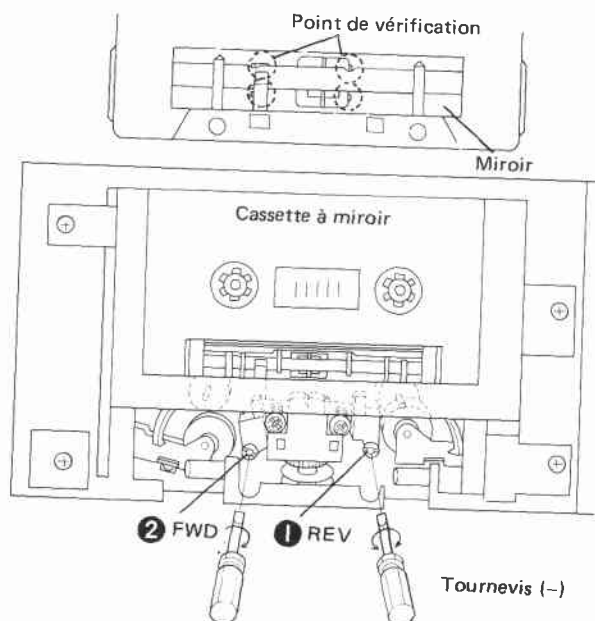

Fig. 11-4 Réglage d'entraînement de la bande
3. Régler l'écrou de réglage ① afin que la bande ne s'enroule pas sur le guide de la tête de reproduction/enregistrement et sur le guide de la tête d'effacement comme indiqué sur la Fig. 11-4.
5. Régler l'écrou de réglage ② afin que la bande ne s'enroule pas sur le guide de la tête de reproduction/enregistrement et sur le guide de la tête factice.